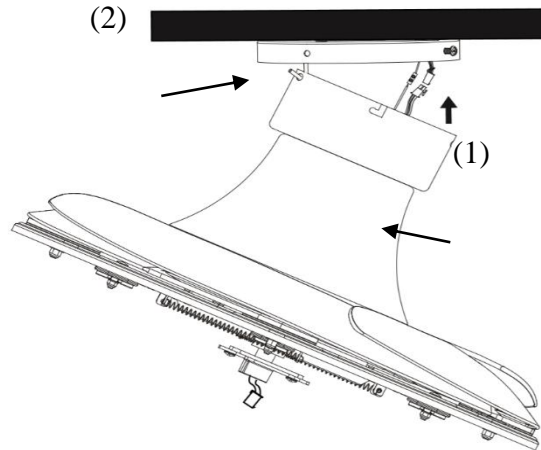

Fig. 3
- Alce el conjunto del ventilador (1) y móntelo en el soporte de techo. Alce el conjunto del ventilador y cuélguelo en el gancho en «J» (2) del soporte de techo. (Fig. 3)